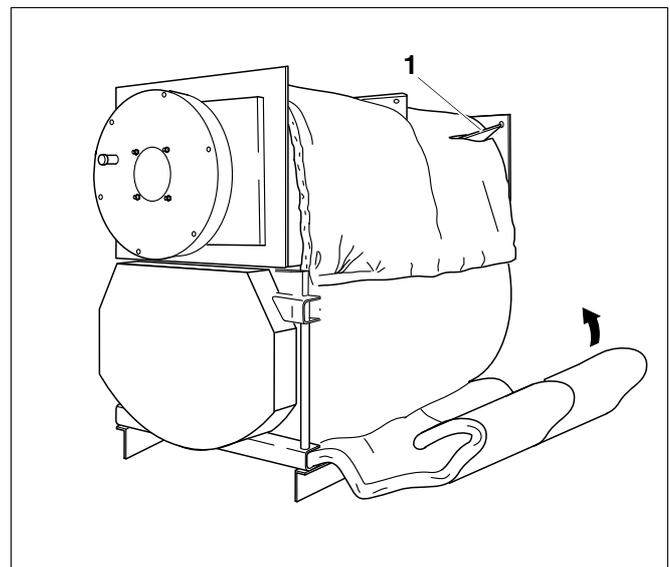

Fig. 5 Isolamento termico
- Disporre i materassini termoisolanti del corpo caldaia, in modo che gli intagli si trovino in corrispondenza delle piastre di giunzione (fig. 5, pos. 1).
- Infilare i materassini termoisolanti sotto la caldaia (fig. 5).